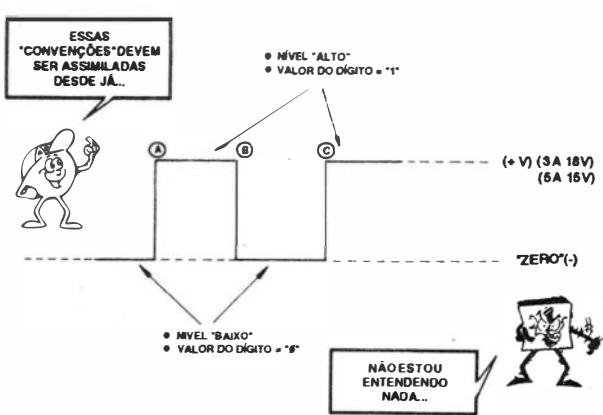

FIG. 1
daí a durabilidade ficará - realmente - muito "curta"...), desde que (conforme já sugerido...) sejam alcalinas... Outra possibilidade de ampliação (ainda sem qualquer modificação na plaquinha básica do PGD-1...), agora para nada menos que 8 LEDs, tem seu diagrama na fig. 1-B... Nessa configuração, os 8 LEDs são distribuídos em dois grupos de 4, ligados em série, "empilhados" junto aos coletores dos dois transistores do flip-flop... Esse arranjo, contudo, exige o aumento da Tensão geral de alimentação para 9V, o que - felizmente - pode ser obtido sem perda de deseja miniaturização, através de uma bateriazinha de 9V (aquele que parece um "tijolinho"...). Note que essa modificação não incrementa, sensivelmente, a Corrente média "puxada" pelo circuito, porém, como as baterias de 9V naturalmente têm menor capacidade de fornecimento de energia do que as pilhas de 1,5V, convém manter a recomendação de usar-se o tipo alcalina, que garantirá boa durabilidade... Desejamos a Você, Gerry (e ao seu "sócio"...), sucesso nos negócios, fazendo votos que logo a idéia "cresça e apareça"! Ficaremos felizes por Vocês, de verdade!
- FIG. 1 - REAFIRMANDO AS CONVENÇÕES EM ELETRÔNICA DIGITAL - Não esqueçam (isso vale permanentemente, tanto aqui nas nossas “Au-